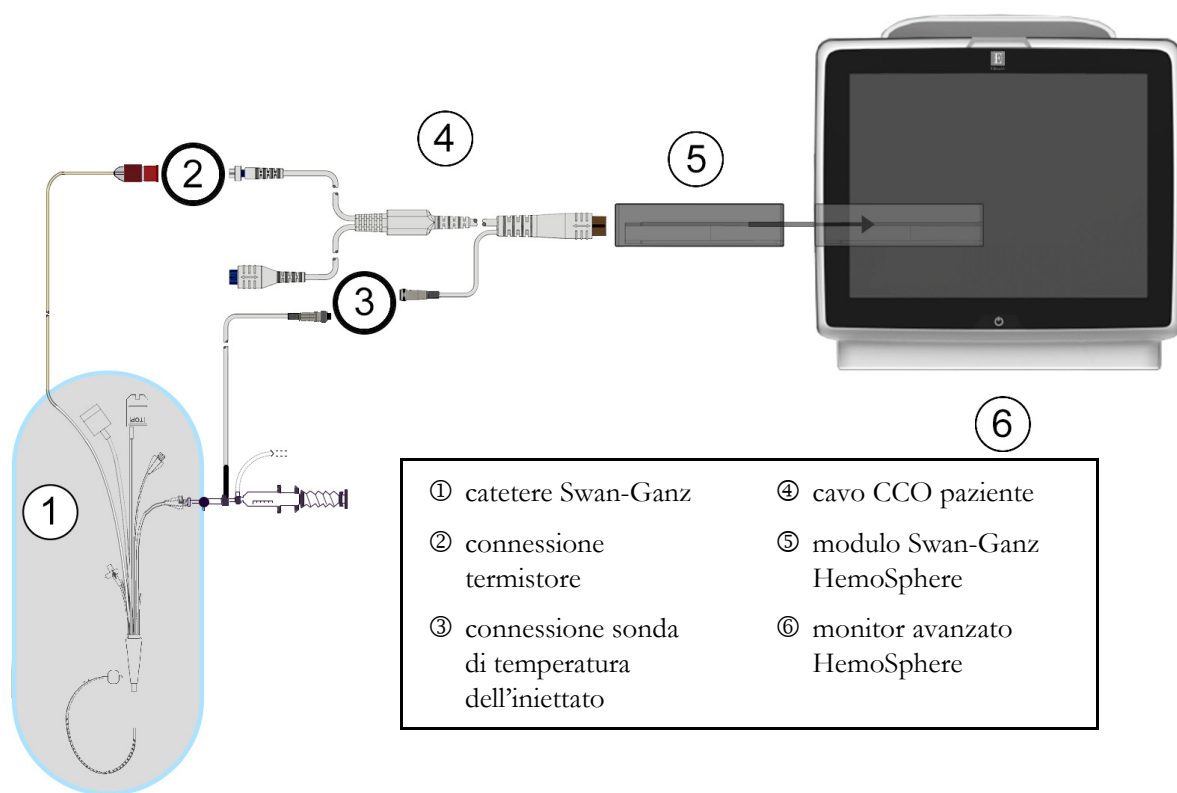

Figura 9-5 Panoramica della connessione iCO
- 2 Collegare l'estremità del catetere del cavo CCO del paziente al connettore del termistore sul catetere iCO Swan-Ganz, come mostrato da ② nella figura 9-5.
Una sonda di temperatura dell'iniettato rileva la temperatura dell'iniettato. La sonda selezionata è collegata al cavo CCO del paziente (figura 9-5). Può essere usata una qualsiasi di due sonde:
Collegare la sonda di temperatura dell'iniettato (in linea o a immersione) al connettore della la sonda di temperatura dell'iniettato sul cavo CCO del paziente, illustrato da ③ nella figura 9-5.